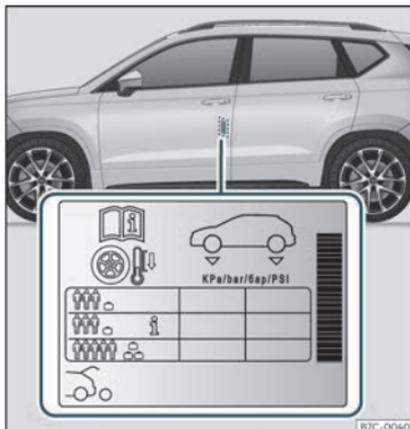

Fig. 209 Emplacement de l'autocollant de gonflage des pneus.
• Si le véhicule est fortement chargé, adaptez la pression des pneus en conséquence >>> **fig. 209**.
Les valeurs de pression de gonflage figurent sur l'étiquette adhésive située sur la face arrière du cadre de la porte avant gauche >>> **fig. 209**.
Il est possible d'adapter la pression de gonflage des pneus sous charge moyenne en fonction du véhicule afin d'améliorer le confort de conduite (pression de gonflage **i** >>> **fig. 209**). Lorsque vous roulez avec une pression de gonflage de confort, la consommation de carburant peut légèrement augmenter.
Adaptez la pression de gonflage des pneus à la charge du véhicule. Si le véhicule est chargé au maximum, vous devez augmenter la pression de gonflage jusqu'à la valeur maximale de charge indiquée sur l'étiquette adhésive >>> **fig. 209**.
Dans le cas de la roue de secours de taille réduite (125/70 R18), la gonfler à une pression 4,2 bar, comme indiqué sur l'étiquette de pression des pneus >>> **fig. 209**.
- Le conducteur est responsable de la pression correcte de tous les pneus de son véhicule. La pression de gonflage recommandée est indiquée sur un autocollant >>> fig. 209.
- Sur les pneus à froid, la pression devra toujours être celle indiquée sur l'autocollant >>> fig. 209.